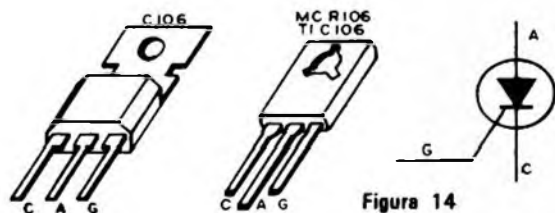

Figura 14
e) O SCR pode ter dois tipos de invólucros que são mostrados na figura 14. Observe cuidadosamente a sua posição na